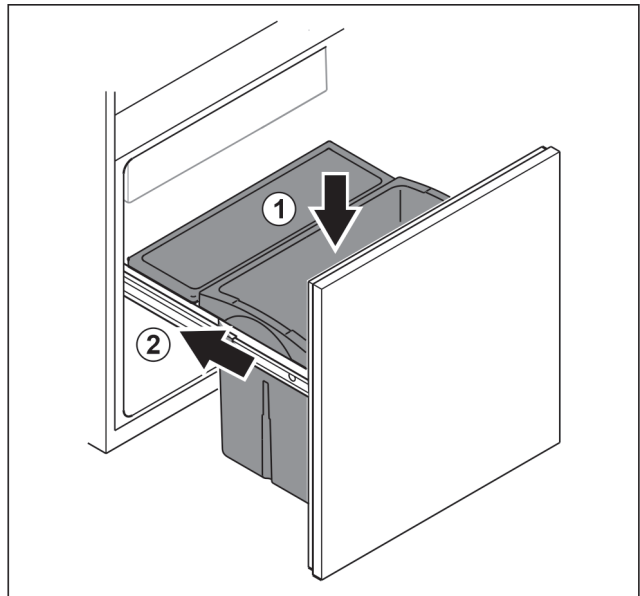

Fig. 101
- ▶ Вставьте выдвижной ящик сверху. Fig. 101 (1)
- ▶ Вставьте выдвижную тележку. Fig. 101 (2)